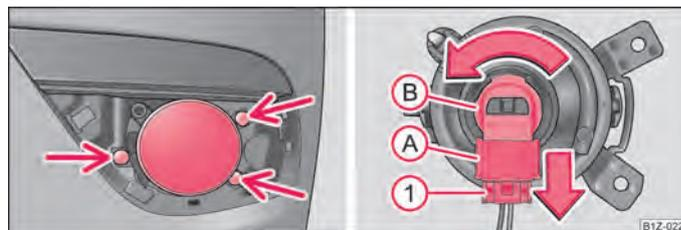

Fig. 187 Párachos da frente: Farol de nevoeiro / Farol de nevoeiro: Substituir a lâmpada incandescente
- Com a ajuda da chave de fendas, que faz parte das ferramentas de bordo ¹⁾, desaperte os parafusos ⇒ Fig. 187 - à esquerda.